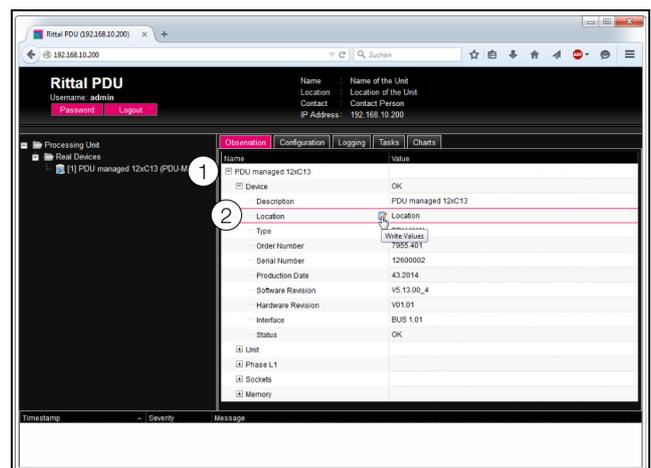

Abb. 31: Auswahl eines einzelnen Parameters
- Klappen Sie nacheinander die Einträge „Master PDU“ und „Device“ aus, indem Sie auf das „Plus“-Zeichen vor dem Eintrag klicken (Abb. 31, Pos. 1).
- Setzen Sie den Mauszeiger an das Ende der ersten Spalte in der Zeile „Location“ (Abb. 31, Pos. 2).